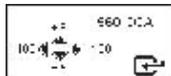

Fig.17
14. Para ajustar o valor CCA, premir ◀ ou ▶ irá aumentar ou diminuir o valor por 100 enquanto ▲ ou ▼ irá aumentar ou diminuir o valor por 5, conforme mostrado na Fig. 17 abaixo.